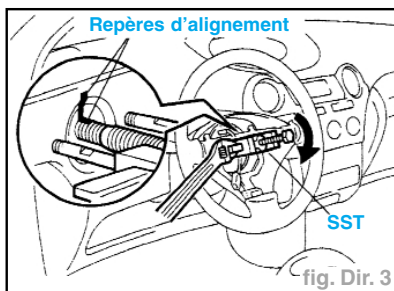

fig. Dir. 3
- A l'aide du SST, dégager le volant (SST réf. 09950-50012) (fig. Dir. 3).
- A l'aide du SST, dégager le volant (fig. Dir. 3).